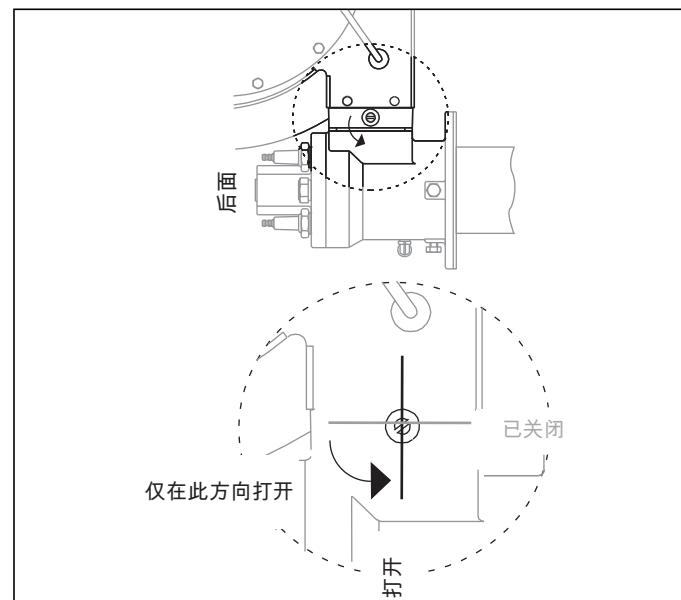

图 4.1. 空气蝶阀
- 8. 验证促动器如图 4.1 所示向燃烧器的后面打开空气蝶阀。如果没有，请参阅促动器资料中关于如何扭转方向的说明。